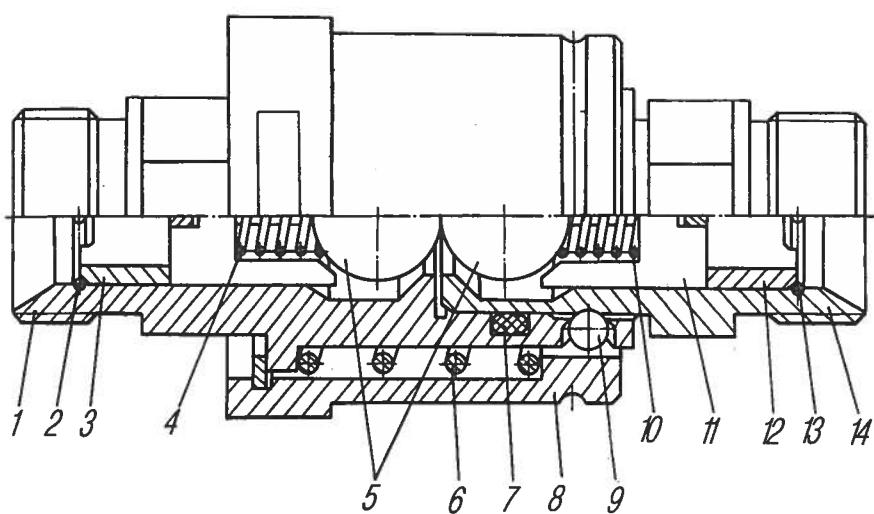

Рис. 124. Муфта
**Разрывные муфты** (рис. 124) предназначены для предохранения трубо-проводов и шлангов от разрушения при случайном или аварийном отсоединении